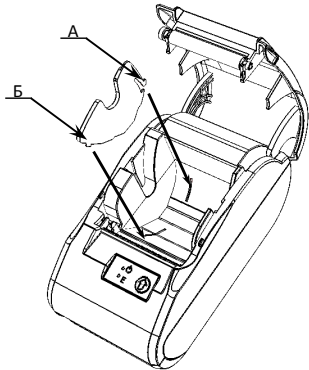

Рисунок 6. Совместить ограничитель с прорезями в лотке для ЧЛ
1. Удерживая корпус устройства, аккуратно с усилием отделить крышку **1**, затем откинуть крышку (рисунок 6).